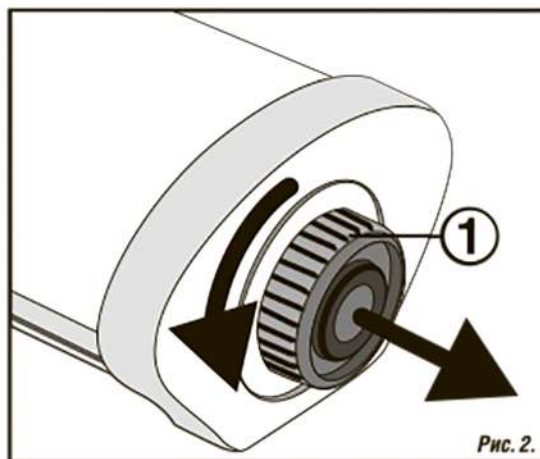

Рис. 2.
- Поверните зажимную гайку гермоввода (1) против часовой стрелки и выдвиньте боковую часть (2) с клеммной колодкой. Рис. 2.